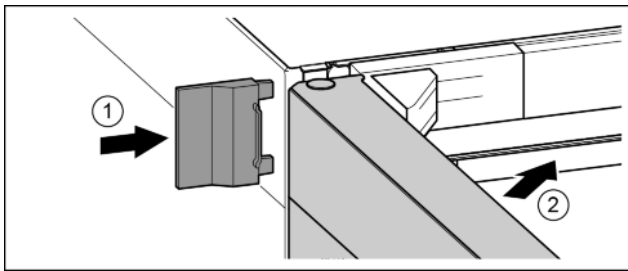

Fig. 26
- ▶ Montați capacul exterior. Fig. 26 (1)
- ▶ Închideți ușa superioară. Fig. 26 (2)